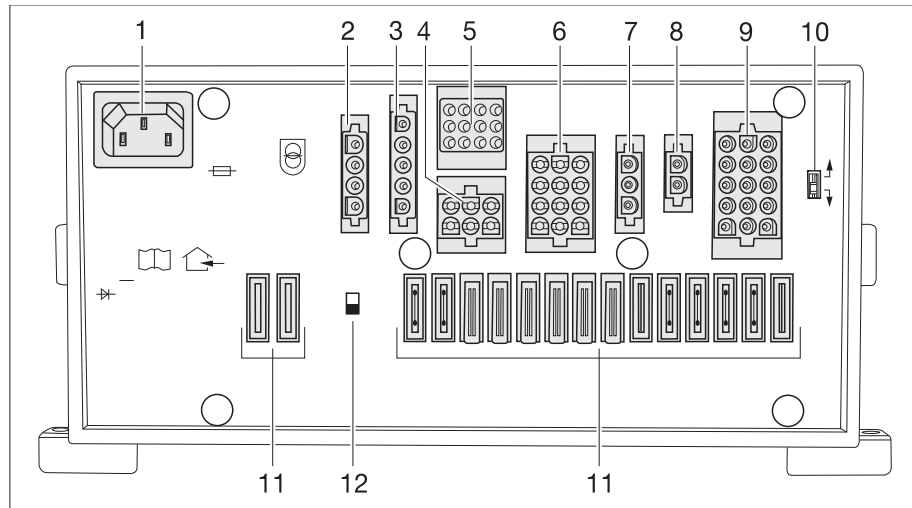

Bild 247 Elektroblock (EBL 119)
- ▷ Der Batterie-Trennschalter (Bild 247,12) trennt alle Verbraucher, die am Elektroblock angeschlossen sind, vom 12-V-Netz.
- ▶ Wenn der Batterie-Wahlschalter (Bild 247,10) falsch eingestellt ist, kann sich Knallgas bilden. Explosionsgefahr!
Am Batterie-Wahlschalter (Bild 247,10) kann das Lademodul im Elektroblock auf den Typ der im Fahrzeug eingebauten Wohnraumbatterie ("Blei-Gel", "Blei-Säure" oder AGM) eingestellt werden.